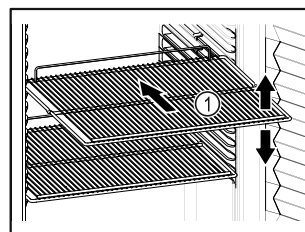

Fig. 38
- Jeśli ruszty do składowania Fig. 38 (1) są ruchome, należy je ustawić odpowiednio do wysokości.